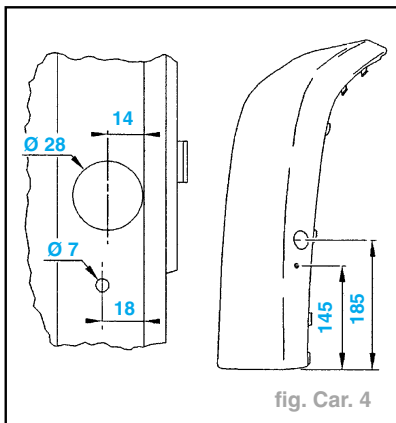

fig. Car. 4
- Tracer et percer les crosses de pare-chocs avant (fig. Car. 4).